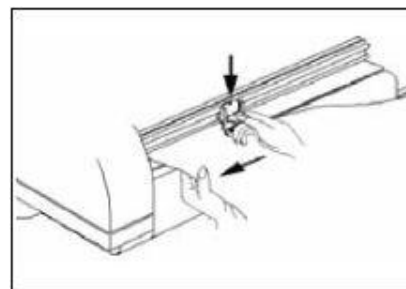
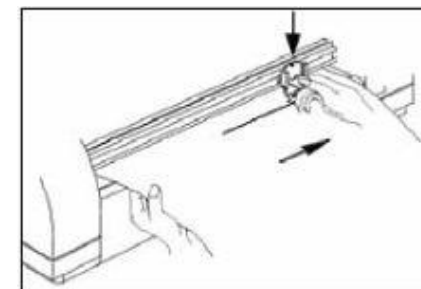

Рис. 2
Рис.3
2) Придерживая пленку одной рукой опустите резак и продвиньте его сначала в одну сторону , затем в другую (Рис.2 и Рис.3)